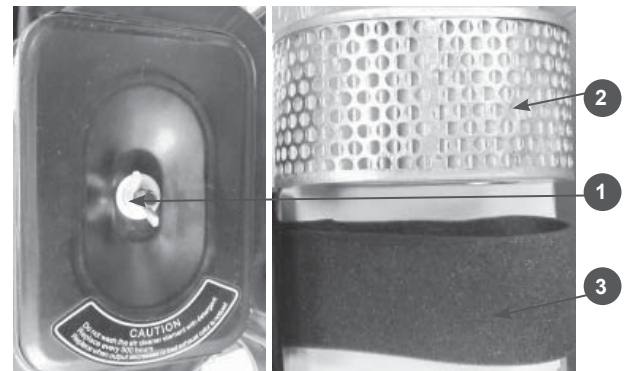

Рис.10
1. Открутите барашковую гайку (1) и снимите крышку воздушного фильтра (Рис.10)
2. Извлеките из корпуса воздушный фильтр (2).
4. При незначительном загрязнении промойте поролоновый фильтр (3) теплым мыльным раствором и просушите. Замените грязный или поврежденный поролоновый фильтр.